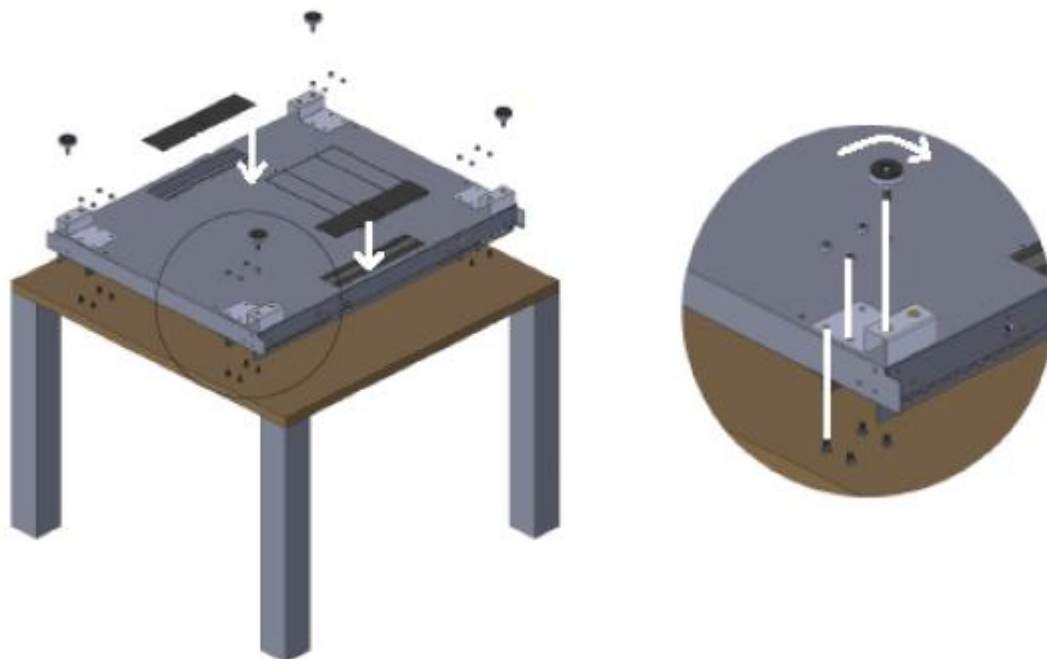

Рисунок 4. Установка ножек и заглушек на основание шкафа.
4. Установите роликовые профили на основание шкафа и зафиксируйте их винтами М8 с гайками. Установите и отрегулируйте ножки. Установите пластмассовые заглушки в верхней и нижней частях шкафа. (рисунок 4).